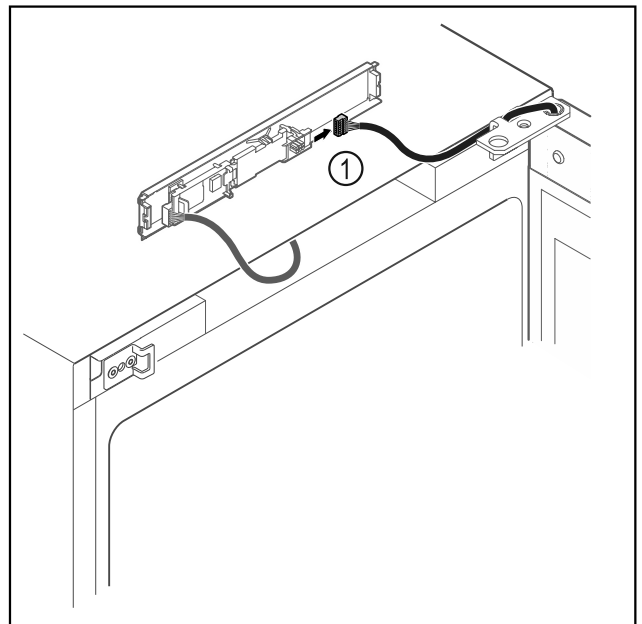

Fig. 10
▶ Wtyczkę Fig. 10 (1) należy odłączyć od płytki drukowanej.